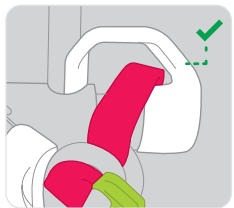

Figura 8
- Verifique se o guia da corda de liberação está em perfeitas condições (consulte a Figura 8).